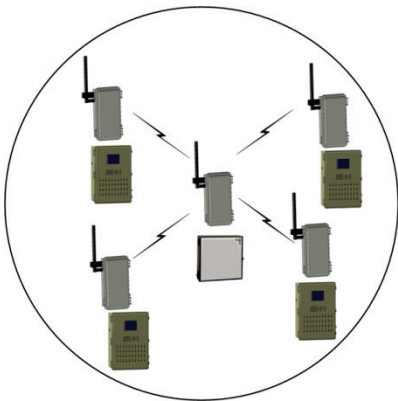

Figura 18: Colocación de RLINK One con una Antena Omni-Direccional
- Cuando se usa una antena omnidireccional, coloque los RLINK One y los controladores en cualquier lugar, a 360 grados alrededor del RLINK One central (Figura 18).